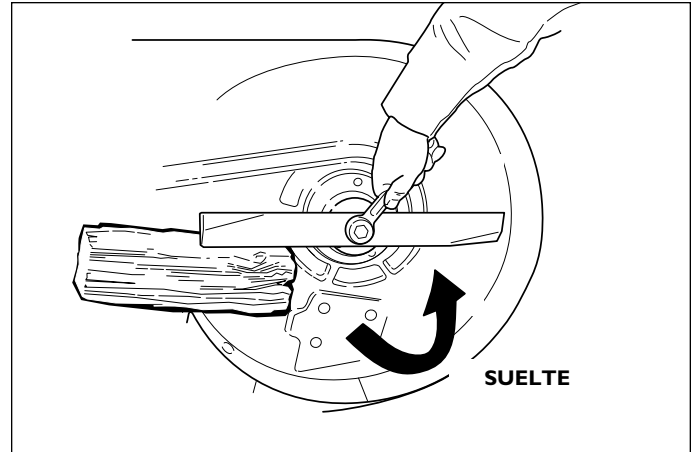

Figura 19. Retiro de la cuchilla
2. Consulte la Figura 19. Para retirar las cuchillas para afilarlas, use un bloque de madera a fin de evitar la rotación de éstas mientras suelta el tornillo de cabeza.